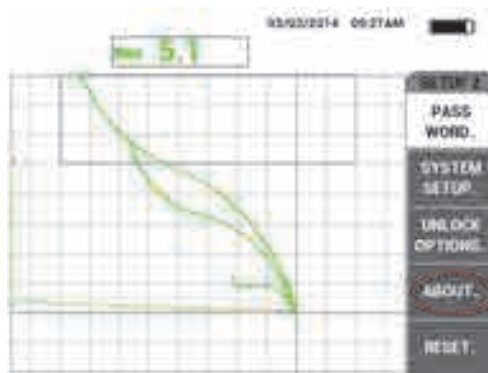

Рис. 6-8 Меню ABOUT (Инфо)
3. Нажмите клавишу D, чтобы открыть меню **ABOUT** [Инфо] (см. Рис. 6-8 на стр. 250).